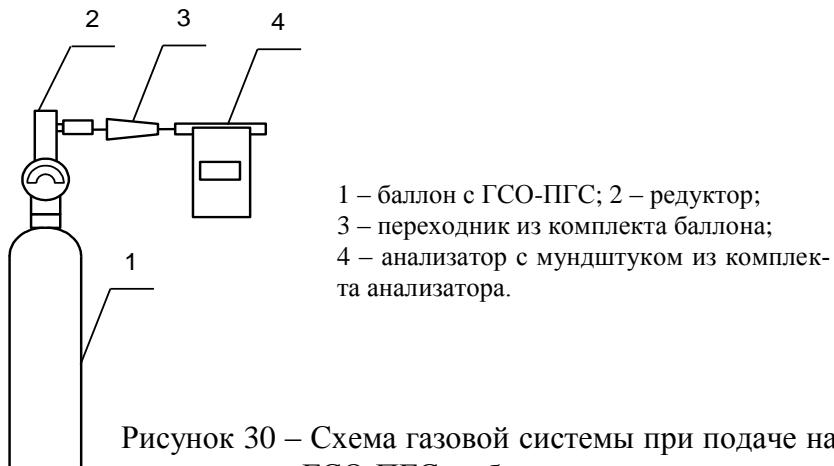

Рисунок 30 – Схема газовой системы при подаче на анализаторы ГСО-ПГС из баллона с редуктором
- подсоедините анализатор в газовую систему (рисунок 30);